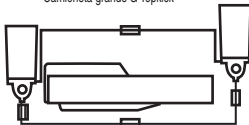

FIG. 3
5. Position template using mounting bosses and case opening for alignment (see Fig. 3 or 4) and tape to case to secure template.
6. Cut new case opening using hole in template as guide. See Fig. 3 or 4. **CAUTION:** When cutting case, keep debris from entering case.
5. Positionner la matrice en utilisant les bossages de montage et l'ouverture du boîtier comme repères (voir la fig. 3 ou 4), et fixer la matrice au boîtier avec du ruban gommé pour l'empêcher de se déplacer.
6. Couper la nouvelle ouverture du boîtier en utilisant le trou pratiqué dans la matrice comme guide. Voir la fig. 3 ou 4. **MISE EN GARDE :** Durant la coupe du boîtier, empêcher les débris de s'infiltrer dans le boîtier.
5. Coloque la plantilla usando los rebordes de montaje y la abertura de la caja para el alineamiento (vea la fig. 3 o 4), luego fije la plantilla a la caja con cinta adhesiva.
6. Corte una nueva abertura en la caja usando el agujero de la plantilla como guía. Vea la fig. 3 o 4. **PRECAUCIÓN:** Al cortar la caja, tenga cuidado de que no entren residuos a la caja.